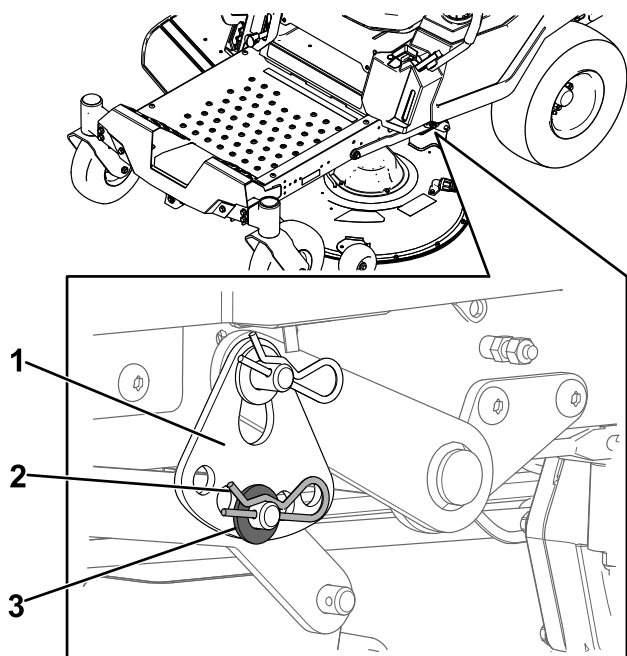

Figura 64
6. Retire la chaveta y la arandela del pasador inferior del brazo de elevación (Figura 64).